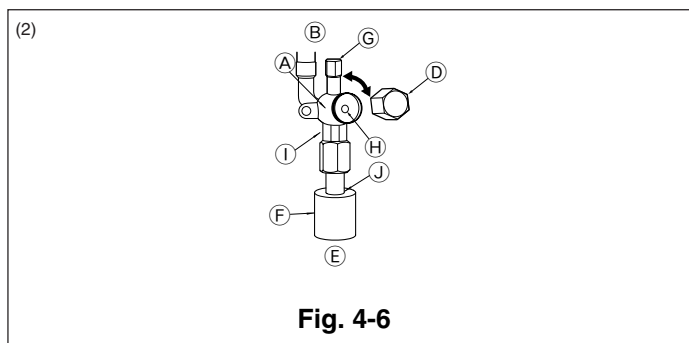

Fig. 4-6
- (2) Côté liquide de A24-A42 et côté gaz/liquide de A12, A18 (Fig. 4-6)